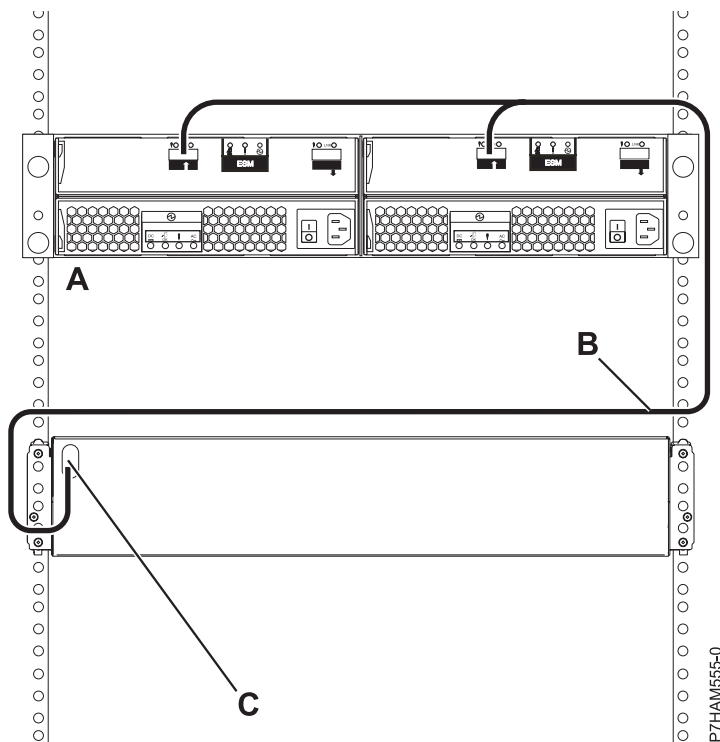

Figure 32. Connexion d'un boîtier d'unité de disque 58/86 à l'aide d'un câble Y1 à un système avec prise en charge d'un tiroir SAS unique
8. Effectuez la connexion d'un boîtier d'unité de disque 58/86 (A) à l'aide d'un câble YI (B) à un système avec prise en charge d'un tiroir SAS unique (C), comme illustré dans la figure 32, à la page 68.